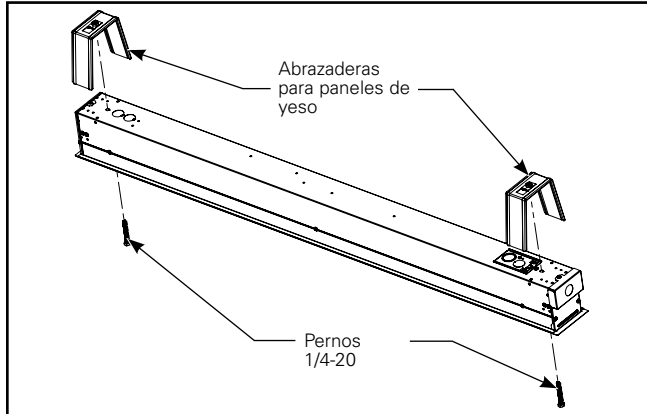

**Figura 5.**
1. Después de que se retire el lente, la bandeja del motor de luz se debe quitar. Ver la figura 5.